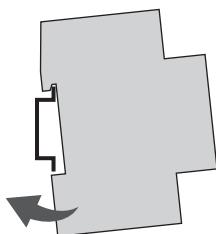

Abb. 4: Montage auf DIN-Schiene
1. Zeitschaltuhr von oben auf die DIN-Schiene (Abb. 4) setzen und nach hinten drücken, bis diese einrastet.